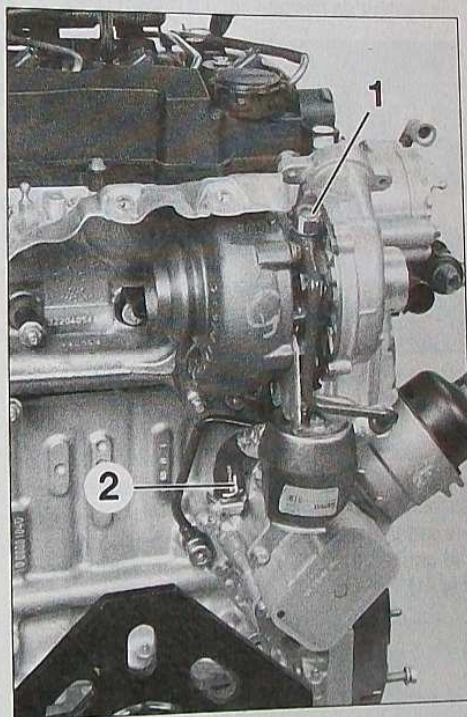
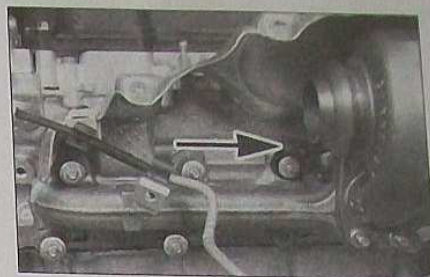

FIG.33
FIG.34
- le raccord d'alimentation en huile du turbocompresseur (1) (Fig.33).
- le raccord de retour d'huile du turbocompresseur (2).
- la patte de renfort (Fig.34).